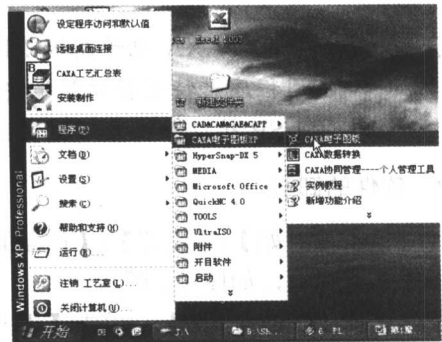

图 1.4 从【开始】|【程序】启动电子图板
- 可以按桌面左下角的【开始】|【程序】|【CAXA 电子图板 XP】|【CAXA 电子图板】来进入软件，如图 1.4 所示。